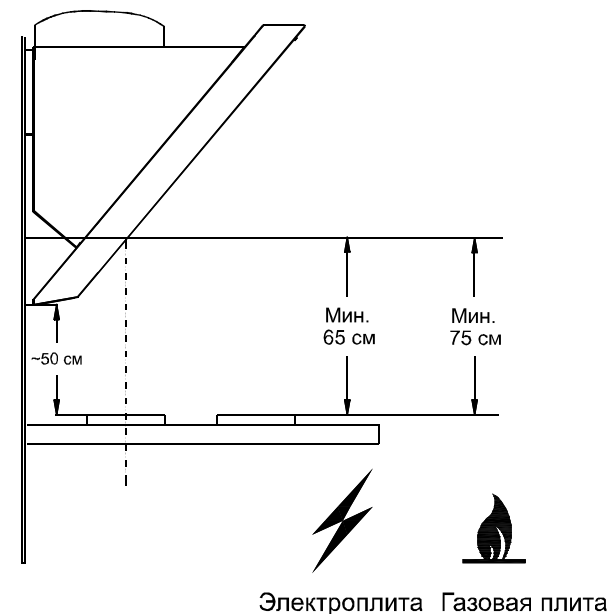

РИС. 1
- разметьте линию установки нижней части зонта над плитой согласно рис.1.
1.2. Зонт устанавливайте на высоте согласно рис. 1.
4.6. Зонт устанавливайте над плитой согласно рис. 1.